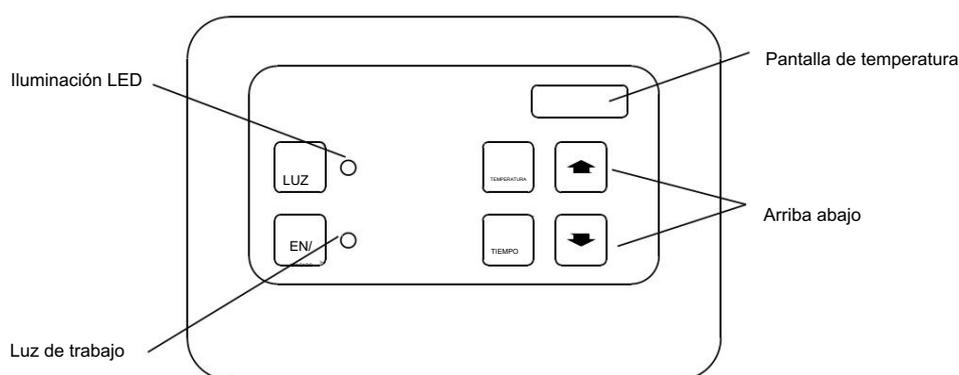

Figura 13
2. Operación de forma y función de ST-135T, figura 13